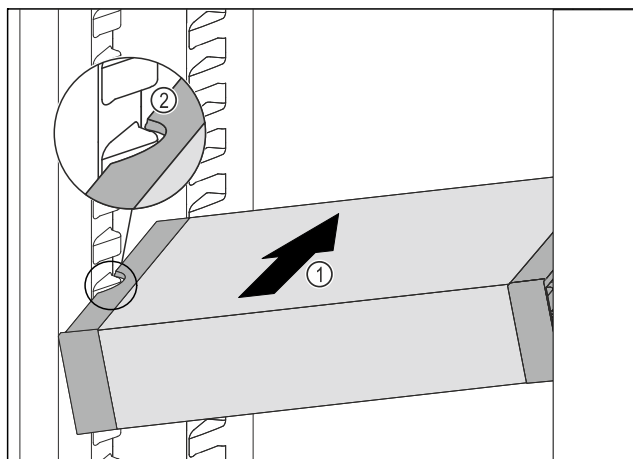

Fig. 90
- 将 VarioSafe 斜插入冷藏区中 Fig. 90 (1)，直至 VarioSafe 的侧部凹槽 Fig. 90 (2) 与冷藏区中的容器肋梁持平。